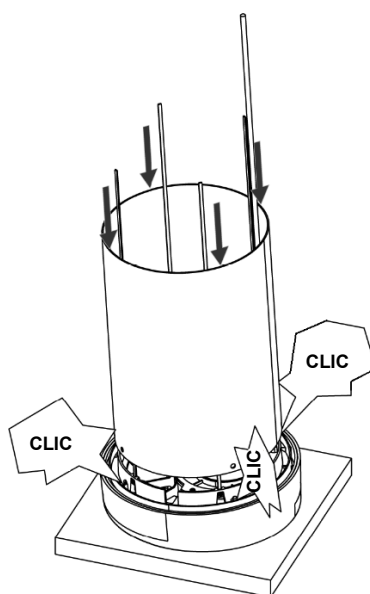

Figure 11 - Préparation du chapeau de ventilation (tube de Ø 250 mm)
3. Saisissez le tube de Ø 250 mm (4) avec les trous vers le bas et guidez-le à l'extérieur des bandes et du câble vers l'intérieur du chapeau. Faites tourner le tube de manière à positionner les trous en face des encoches du chapeau et enclenchez le tube (voir Figure 11 ci-dessous).